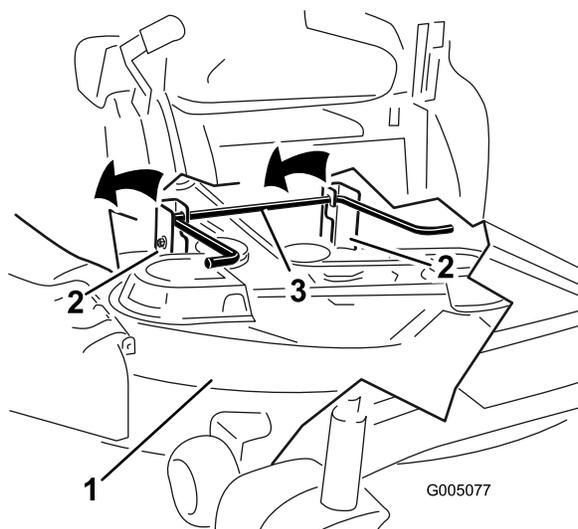

Figura 56
trasera; luego baje el cortacésped con cuidado al suelo (Figura 56).
5. Eleve la parte trasera de la carcasa de corte y coloque las pletinas de suspensión sobre la varilla de elevación trasera (Figura 56).